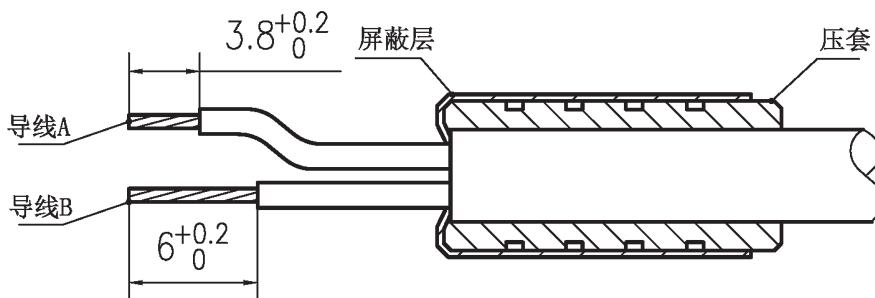

图3
- 步骤3 (1) 把压套从电缆剥线端旋入，套在电缆外护套上，如图3，压套左端靠近电缆裸露屏蔽层根部；
(2) 把裸露屏蔽层后翻至压套上，要求：屏蔽层不应损伤，并尽量均匀覆盖压套外圆上；
(3) 把多余的电缆绝缘支撑剪掉，电缆内部导线按图示尺寸剥线。